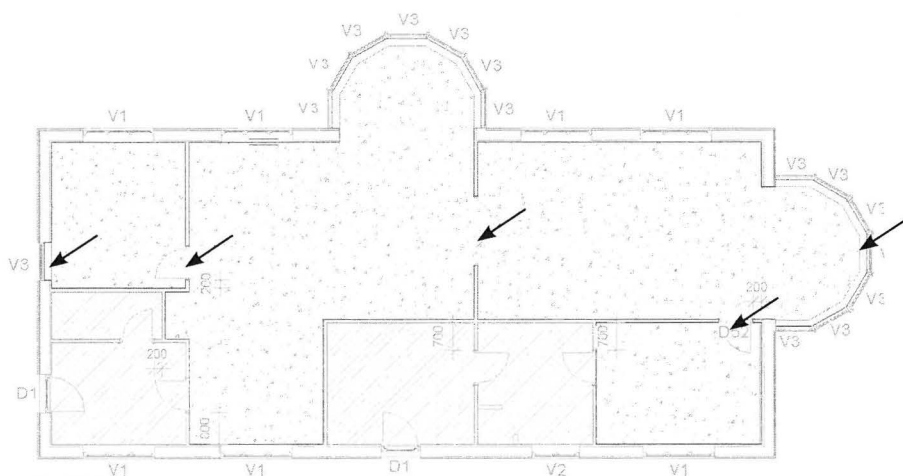

Fig. 08.55.
- Rediger resterende åbninger m.m. som vist på Fig. 08.55.